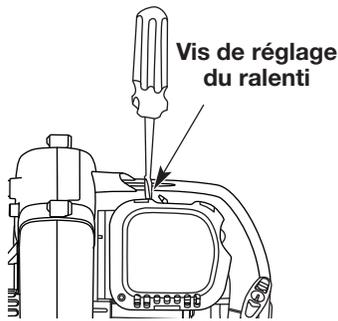

Fig. 26
La vitesse de ralenti du moteur est réglable à l'aide d'une vis de réglage accessible par un trou situé sur le dessus du couvercle du moteur (Fig. 26).
2. Relâchez la manette des gaz et laissez le moteur tourner au ralenti. Si le moteur s'arrête, insérez un tournevis cruciforme entre la couverture du filtre à air et celle du moteur (Fig. 26). Tournez la vis du ralenti dans le sens des aiguilles d'une montre, 1/8 de tour à la fois (selon le besoin) jusqu'à ce que le moteur tourne au ralenti sans à-coups.